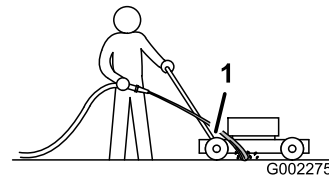

Figura 20
3. Sujete la manguera a la altura del manillar y dirija el agua para que fluya sobre el suelo justo por delante de la rueda trasera derecha (Figura 20).